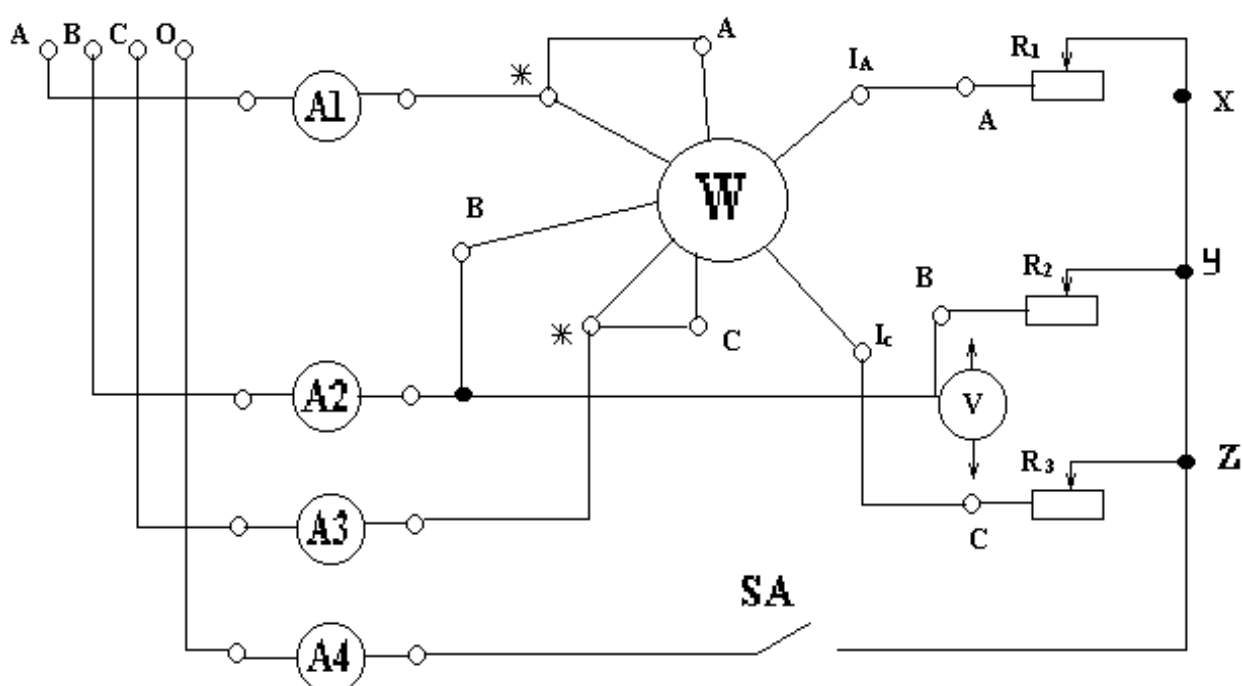

Рис. 1 Схема включения потребителя в звезду.
2. Ознакомиться с приборами, используемыми в схеме рис. 1, и их данные записать в таблицу № 1.
3. Собрать схему согласно рис. 1.
3. Собрать схему в соответствии с рис. 1. (См. схему включения на лабораторном стенде).